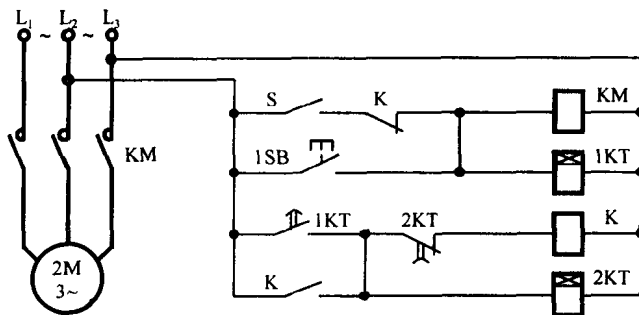

图 14.2.3
1. 图 14.2.3 所示为机床间歇润滑的控制电路图，M 为润滑油泵电动机。试说明开关 S 和按钮 1SB 的作用，并分析此电路的工作原理(过程)。